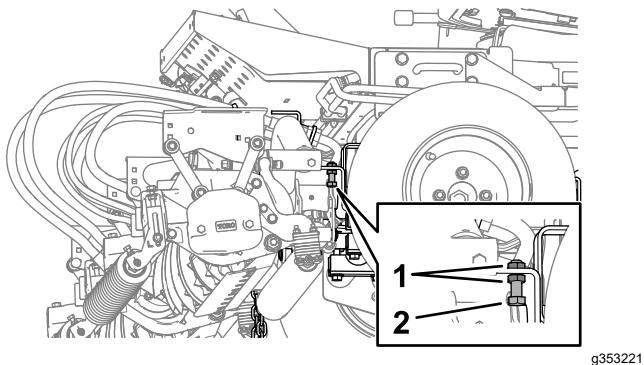

Figure 26
1. De chaque côté de la machine, desserrez les écrous de blocage et dévissez les boulons d'arrêt des bras de levage (Figure 26).